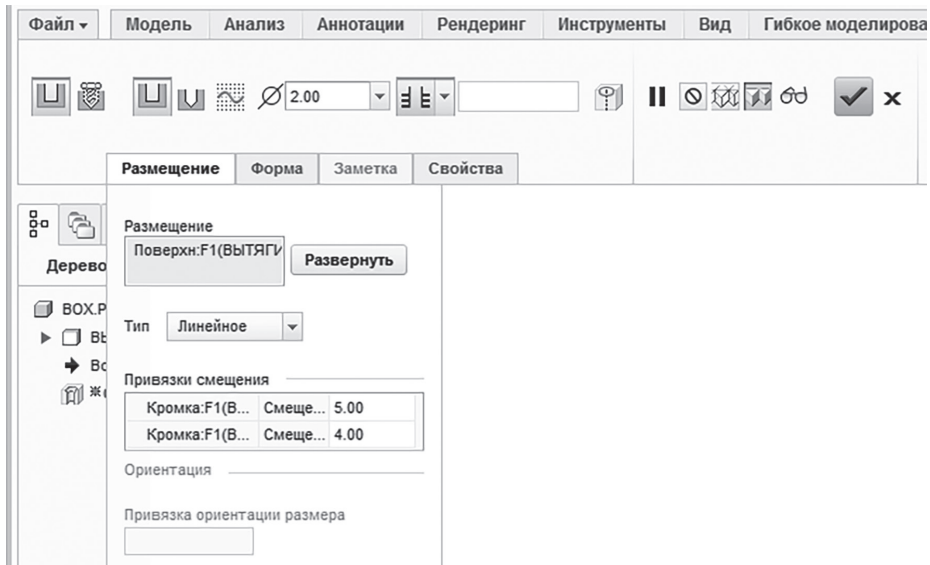

Рис. 4.44. Параметры размещения отверстия в диалоговом окне операции
*Примечание.* Все параметры, относящиеся к размещению отверстия, автоматически заносятся в меню *Размещение* и могут быть легко отредактированы путем выбора альтернативных привязок (рис. 4.44).